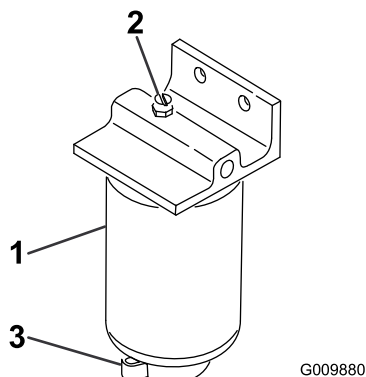

図 49
2. フィルタ容器 図 49 下部のドレンプラグをゆるめて水や異物を流し出す。
1. フィルタ容器(図 49)の周辺をウェスできれいにぬぐう。